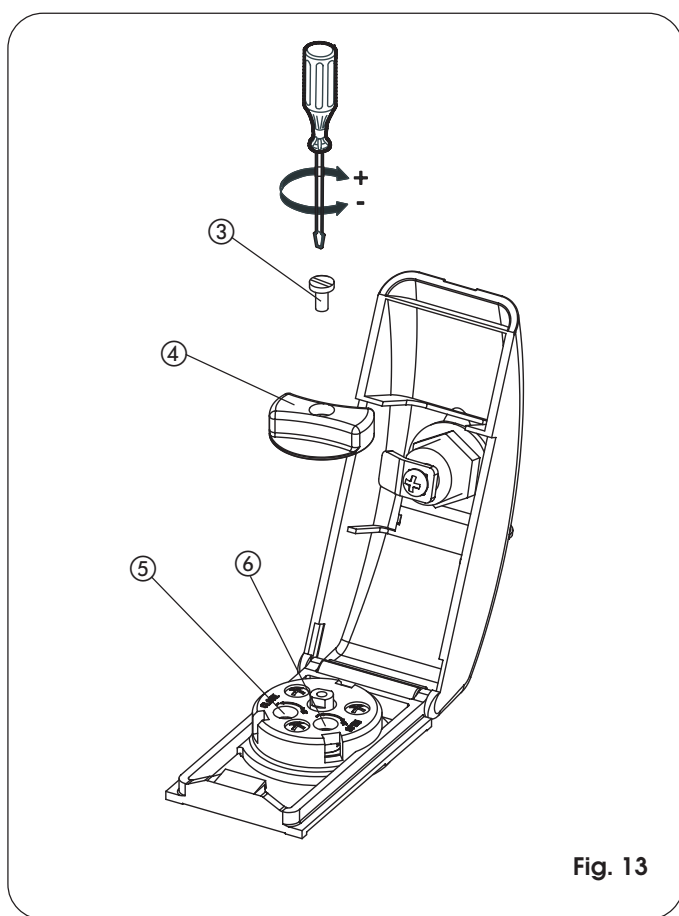

Fig. 13
- Sollevare la copertura (Fig. 13).
- Svitare la vite (Fig. 13, rif. ③) che fissa la manopola, e sfilare la manopola stessa (Fig. 13, rif. ④).
- Agire sulle viti di regolazione della forza (By Pass) (Fig. 13, rif. ⑤ e ⑥) presenti sull'operatore.
- Al termine della regolazione riposizionare la manopola (Fig. 13, rif. ④) riavvitando la vite (Fig. 13, rif. ③).